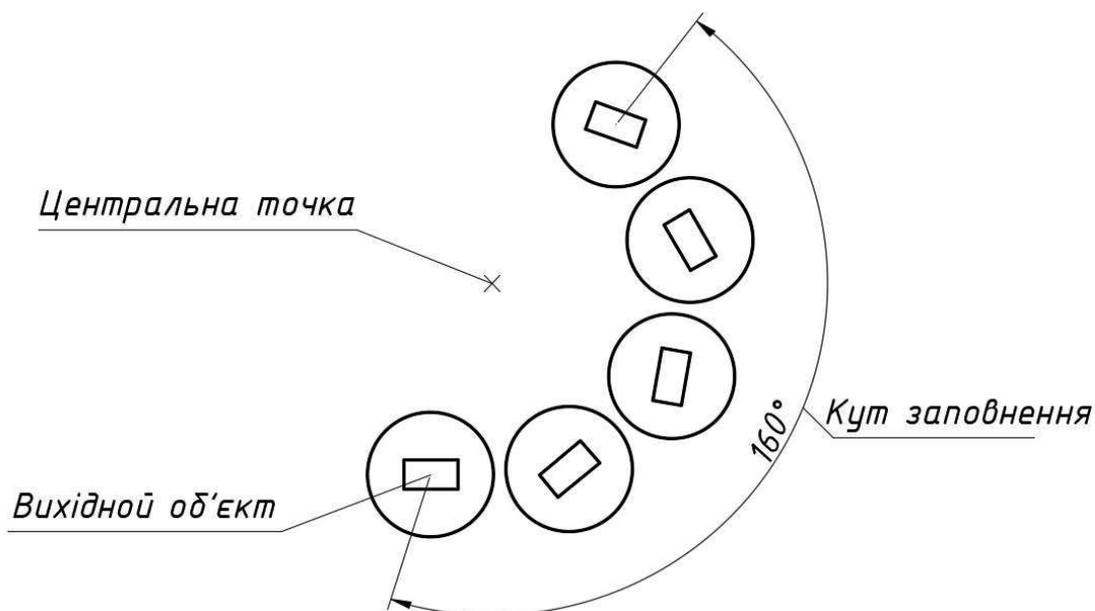

Рис.3.10
- Polar ARRAY (круговий масив) - елементи рівномірно розподілені у круговому напрямку навколо зазначеної центральної точки і осі обертання (див. рис. 3.10)